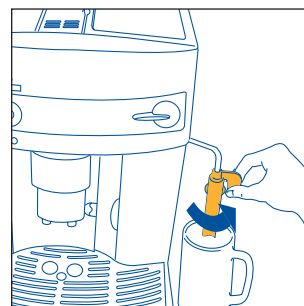
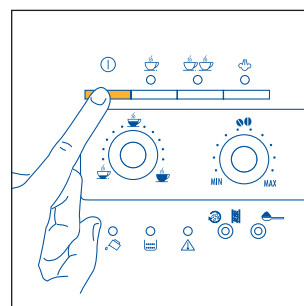

Fig. 3
Fig. 4
2. Spostare il cappuccinatore verso l'esterno, posizionarvi sotto una tazza (fig.3) e accendere la macchina premendo il tasto ① (fig. 4).
- Ruotare il cappuccinatore verso l'esterno della macchina (fig. 3).
- Posizionare un contenitore sotto il cappuccinatore (fig. 3).
- Spostare all'esterno il cappuccinatore (fig. 3).